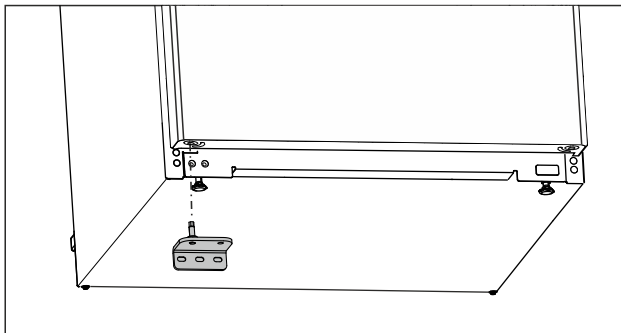

Fig. 20
- Sätt in undre lagerbocken på motsatta sidan. (se Fig. 20)